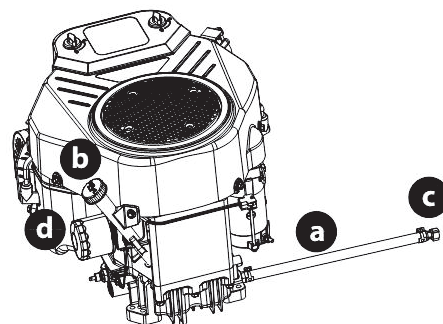

Рис. 21
1. Расположите трубку для слива масла (а) сбоку двигателя (рис. 21).
2. Установите соответствующий контейнер для сбора отработанного масла емкостью не менее 2,5 литра под отверстие сливного шланга для сбора отработанного масла. Снимите крышку/щуп для измерения уровня масла (b) с заливной горловины (рис. 21).
3. Удерживая свободный конец шланга для слива масла над емкостью для сбора масла, отвинтите заглушку (с) от конца шланга для слива масла (рис. 21). Слейте моторное масло в емкость для сбора.
5. Снимите масляный фильтр (d) и слейте масло в емкость для сбора (рис. 21).
6. Замените масляный фильтр (d) и залейте в двигатель новое масло, как указано в руководстве пользователя по эксплуатации двигателя (рис. 21).